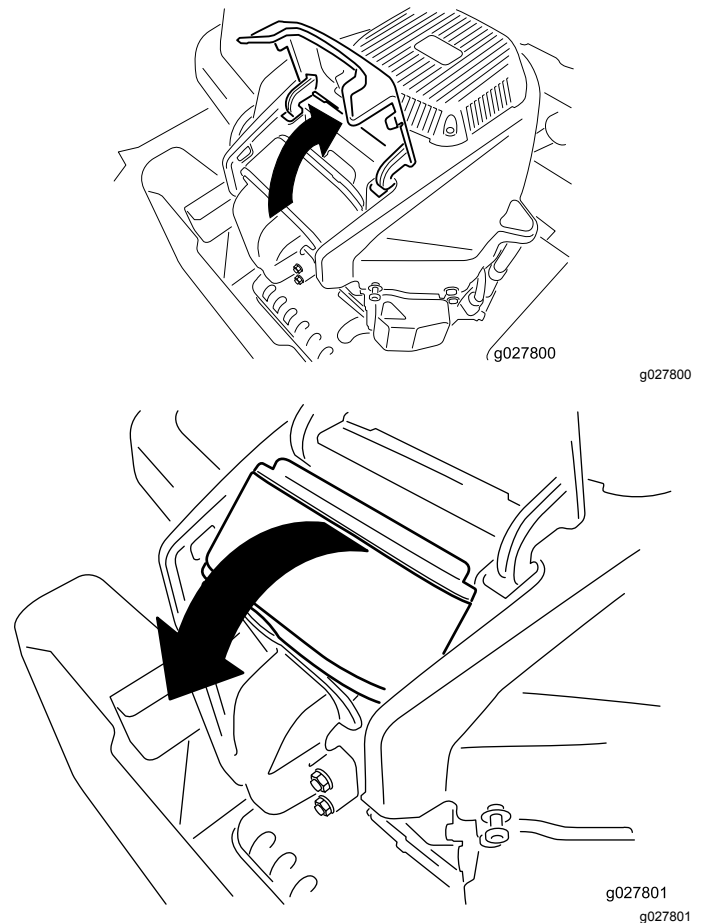

Figura 35
4. Sollevate il coperchio e ruotate il gruppo del filtro dell'aria per estrarlo dal motore (Figura 35).